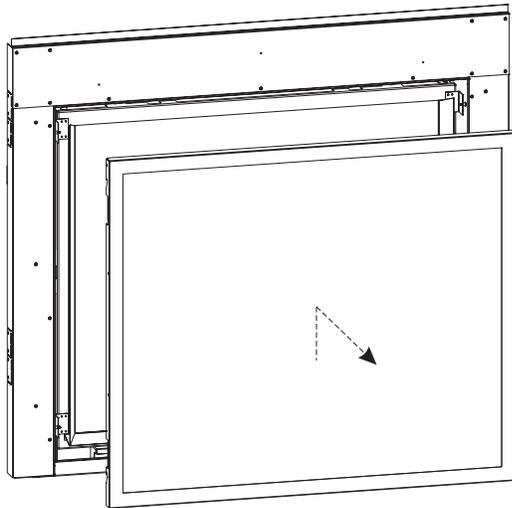

Figure 75
2. Utiliser le crochet à verrou de vitre pour saisir la tige de verrou et la tirer au-dessus des brides d'accrochage de l'encadrement de vitre. Basculer l'encadrement de vitre vers soi et le tirer vers le haut pour l'extraire de l'appareil. **Voir Figures 75 et 76.**